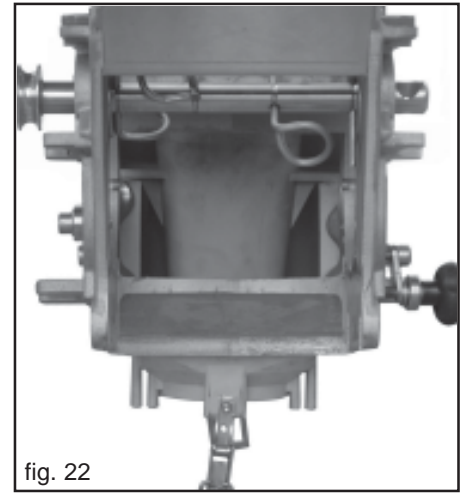

fig. 22
- 1) Dosatore con gruppo tastatori e rullo dosatore smontati (Fig. 22).